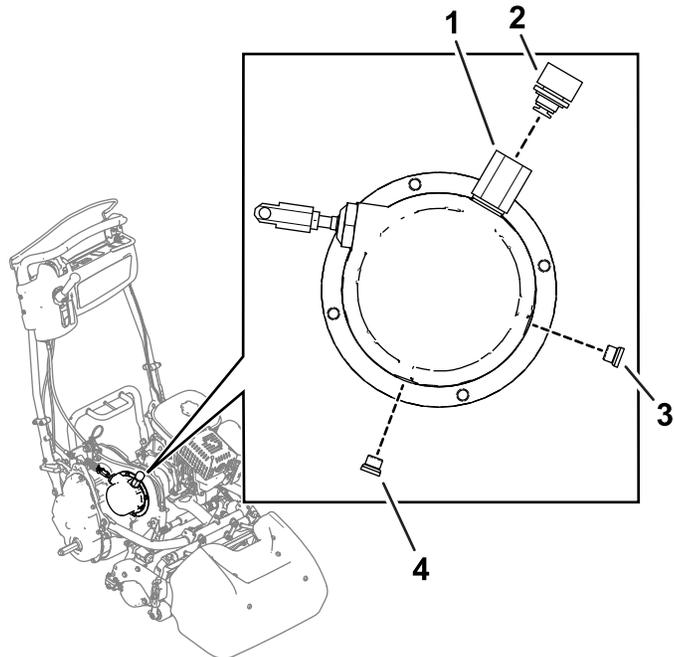

图 48
1. 从变速箱总成上拆下通气孔上的通风盖图 48。
2. 拆下排油塞图 48 让变速箱油从变速箱壳体中排出。
6. 拆下油位塞图 48 以确认液压油注入油位。